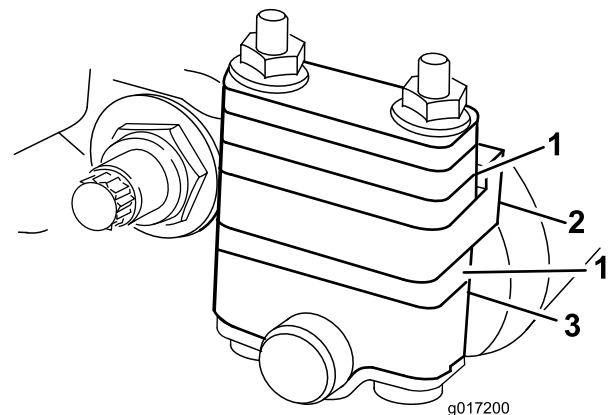

Figura 2
11. Retire os parafusos e porcas que prendem os suportes do rolo traseiro e espaçadores à placa lateral das flanges de montagem (Figura 2). Elimine os parafusos e as porcas.
**Nota:** As unidades de corte Flex 21 mais antigas não possuem uma flange de montagem da placa lateral (Figura 2). Ignore os passos 11-14 se este kit